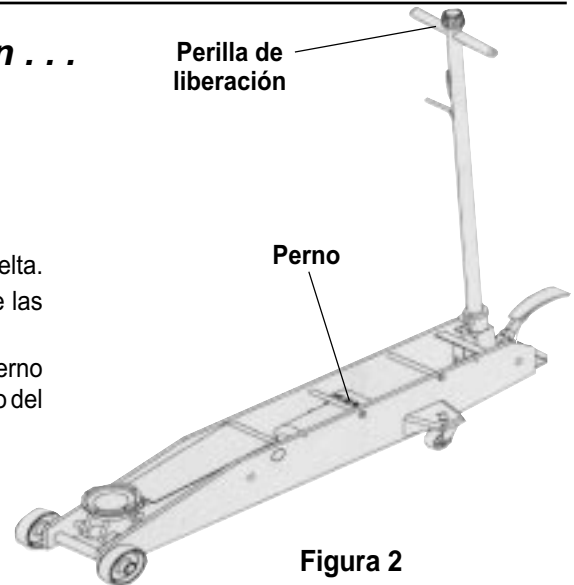

Figura 2
2. Afloje el perno (artículo 46, página 1 de tres; vea también la figura 2) media vuelta.